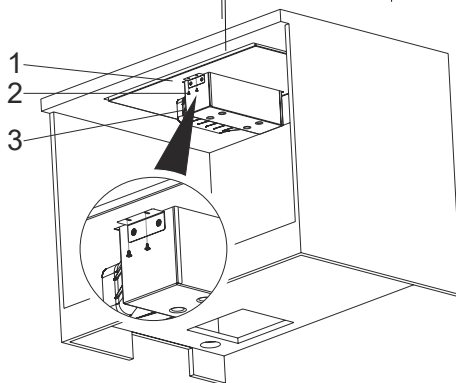

Fig. 15
5. Placera behållaren i hålet i mitten av spishällen. Fäst den sedan på spishällen med 3,5 x 9,5 skruvar (Fig. 15).